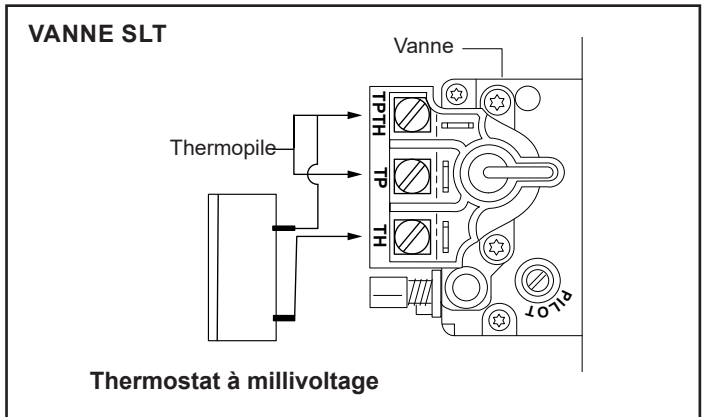

Figure 3.25– Installer le câblage sur le thermostat avant de le connecter à la vanne.
2. Connectez les fils du thermostat ou de l'interrupteur mural à la vanne (figure 3.25).